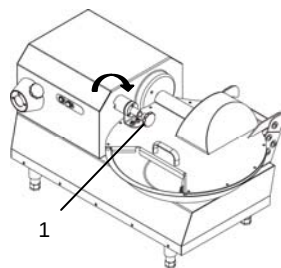

Fig. 6.3.10
- Girar el pomo de desbloqueo de la tapadera en sentido horario "1" Fig. 6.3.10.